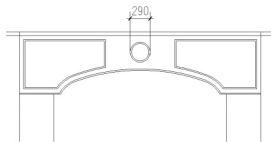

图 5.42 绘制圆
(4) 居中绘制直径为 290 mm 的圆，并向内偏移 20 mm，结果如图 5.42 所示。